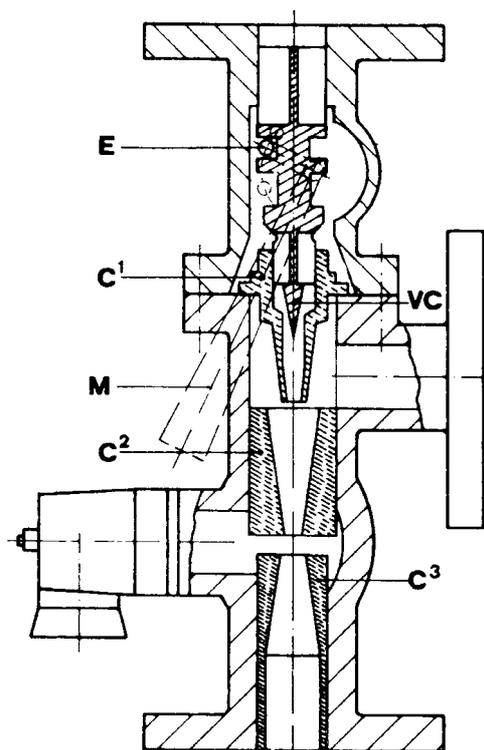

Fig. 7
El inyector se puede ver en la Fig. 7 y está constituido por dos conos convergentes (C1) y (C2) donde el vapor pasa alcanzando fuerte velocidad, que se puede regular con la válvula cónica (VC) gestionada por el mando (M) con excéntrico (E). En el espacio entre los conos (C1) y (C2) el vapor crea, a causa de la fuerte velocidad, una depresión.